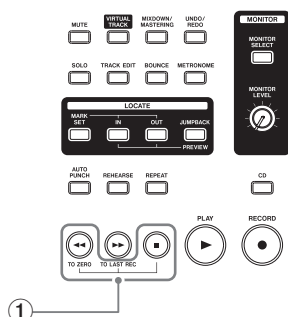

Fig 12
- In order to reset the counter (Fig. 12-②) to "00:00:00", press the **STOP [■]** and **REW [◀◀]** buttons at the same time. (Fig. 12-①)
- カウンター (Fig12-②)を"00:00:00"表示に戻すため、**STOP[■]**ボタンと**REW[◀◀]**ボタンを同時に押して、カウンターリセットを行う。(Fig12-①)